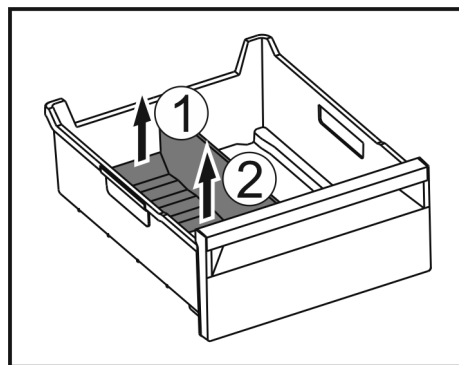

Fig. 157
- ▶ Повдигнете задната част на разделителя на отделението за лед. Fig. 157 (1)
- ▶ Извадете разделителя на отделението за лед нагоре. Fig. 157 (2)